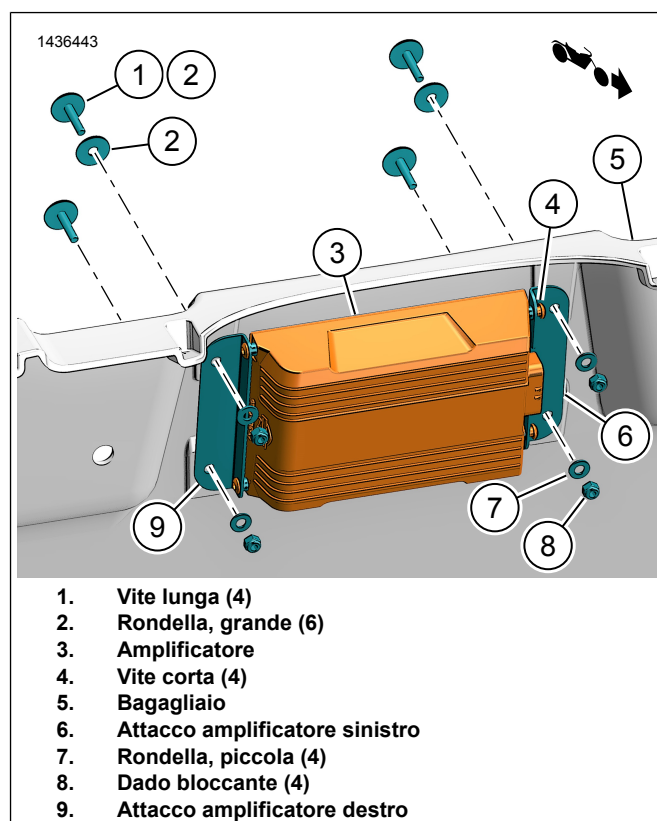

Figura 2. Staffe di montaggio dell'amplificatore
1. Vedere la figura 2. Installare le staffe di montaggio dell'amplificatore.
- a. Installare le staffe (6, 9) all'amplificatore (3).
- b. Installare le viti (4). Serrare.
Vedere la figura 2. Installare l'amplificatore con le staffe.